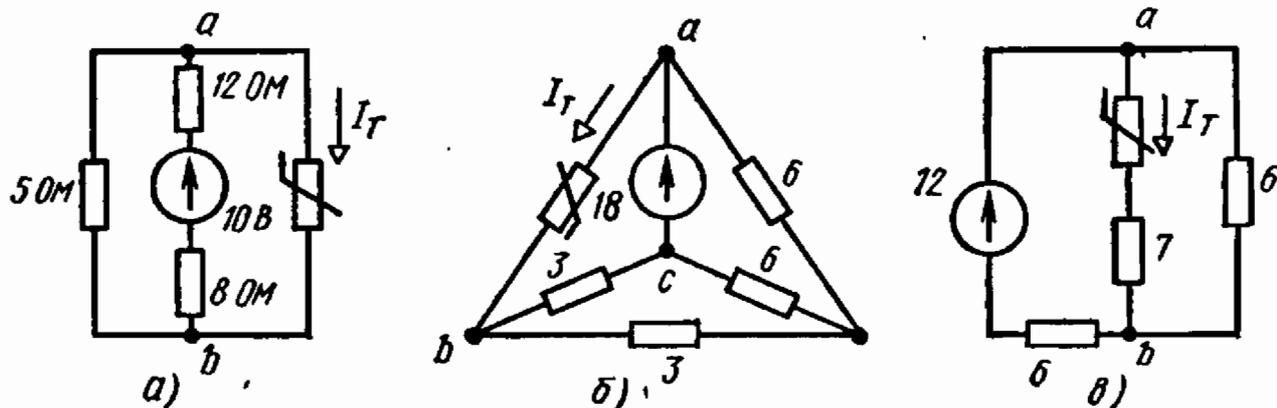

Рис. 2.20
2.20*. Определить ток I_T термисторов (рис. 2.20), ампер-вольтные характеристики которых заданы в табл. 2.4—2.6.